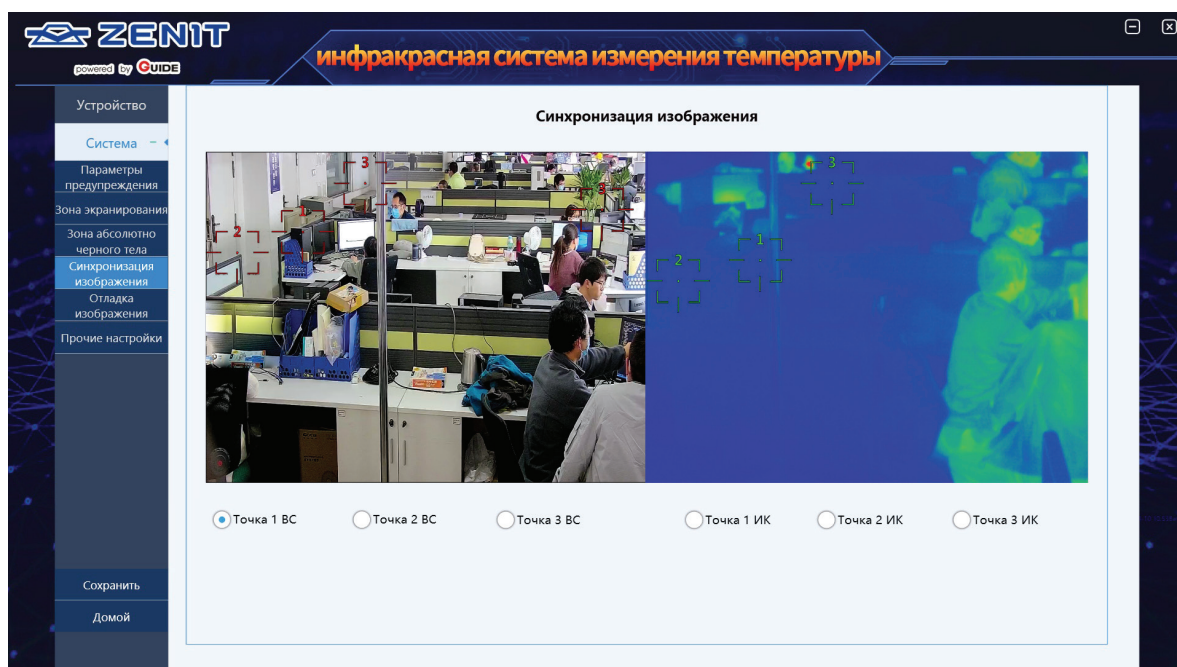

Рисунок 20 — Настройка синхронизации изображения
1) В главном окне кликните «Настройка» → «Система» → «Синхронизация изображения», чтобы войти в окно настроек «Синхронизация изображения» (рисунок 20). По три курсора одинакового цвета доступны в окне инфракрасного изображения и в окне изображения в видимой области спектра.